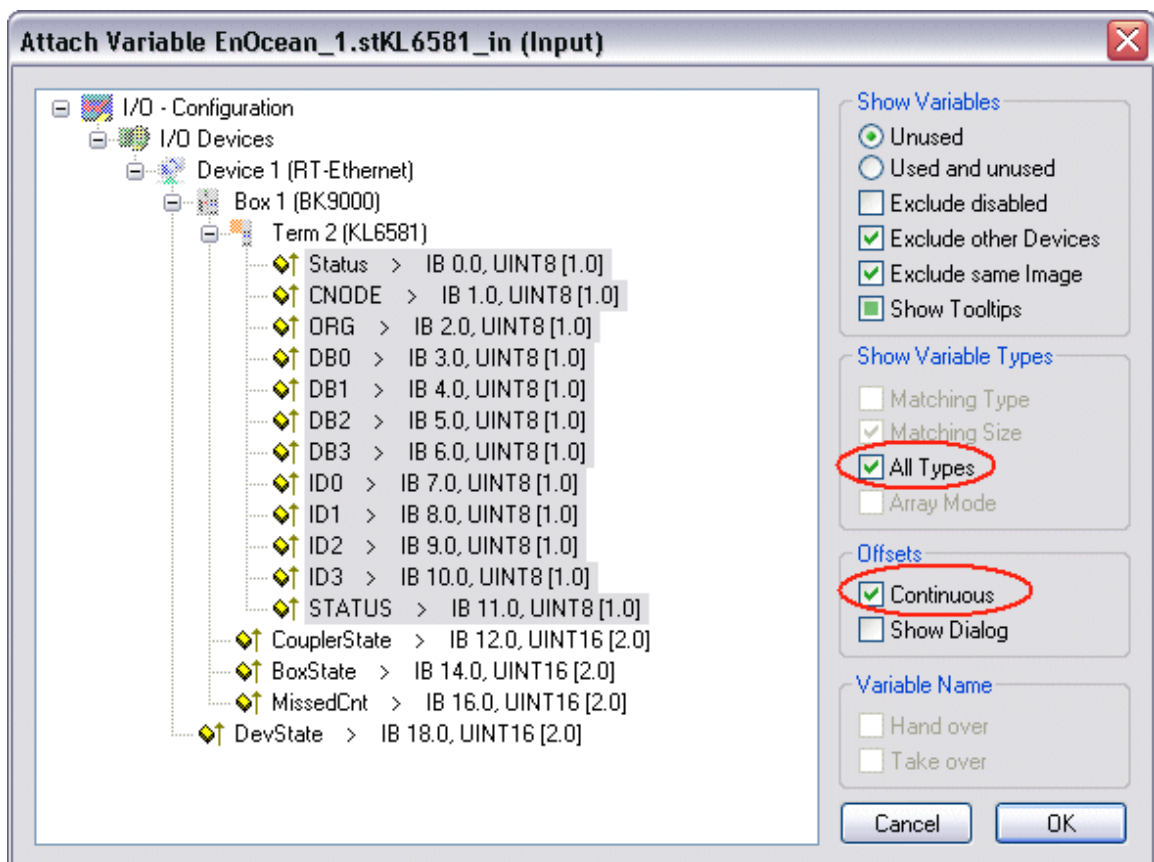

Bild 2
2. Wählen Sie "All Types" und "Continuous" an (siehe Bild 2).
5. Jetzt lassen Sie die >SHIFT< Taste wieder los. Alle Daten der Klemme müssen jetzt markiert sein (siehe Bild 2).